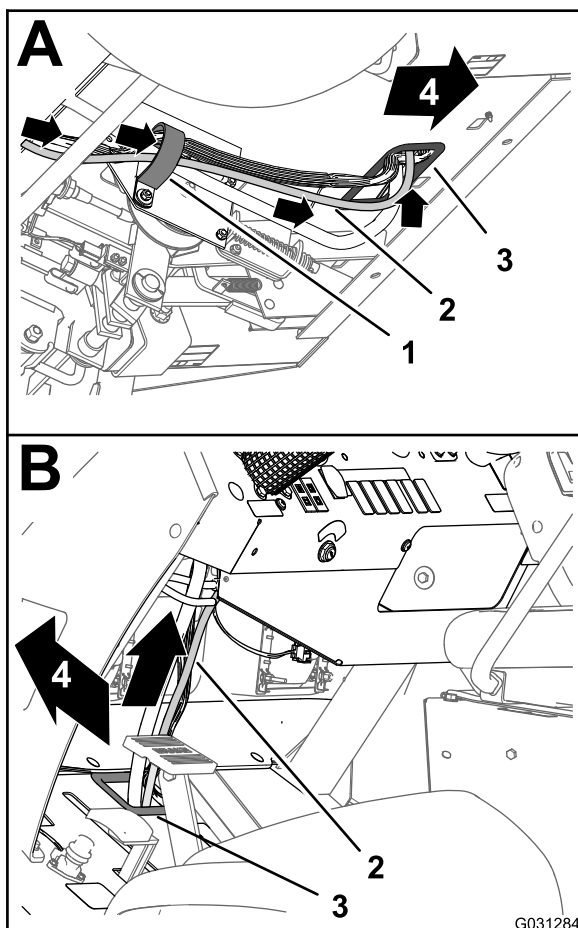

Figura 175
- Enrute la rama de 220 cm del arnés de datos hacia adelante y hacia arriba por el anillo de goma del orificio de la chapa de suelo (Figura 175).
- Enrute la rama de 220 cm del arnés de datos hacia arriba y a lo largo arnés de cables delantero de la máquina (Figura 175).